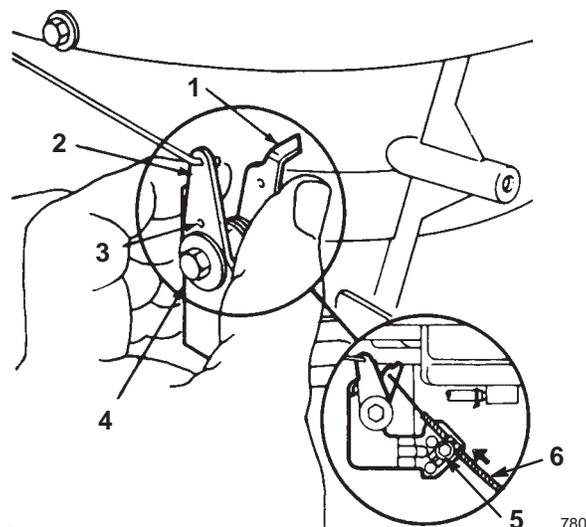

Figure 26
3. Desserrez la vis du serre-câble jusqu'à ce que le câble d'accélérateur glisse librement (Fig. 26).
4. Alignez les trous du levier de starter et du support de papillon (Fig. 26).
6. Poussez le câble de commande de papillon jusqu'à ce que le levier de papillon touche le levier de starter (Fig. 26).